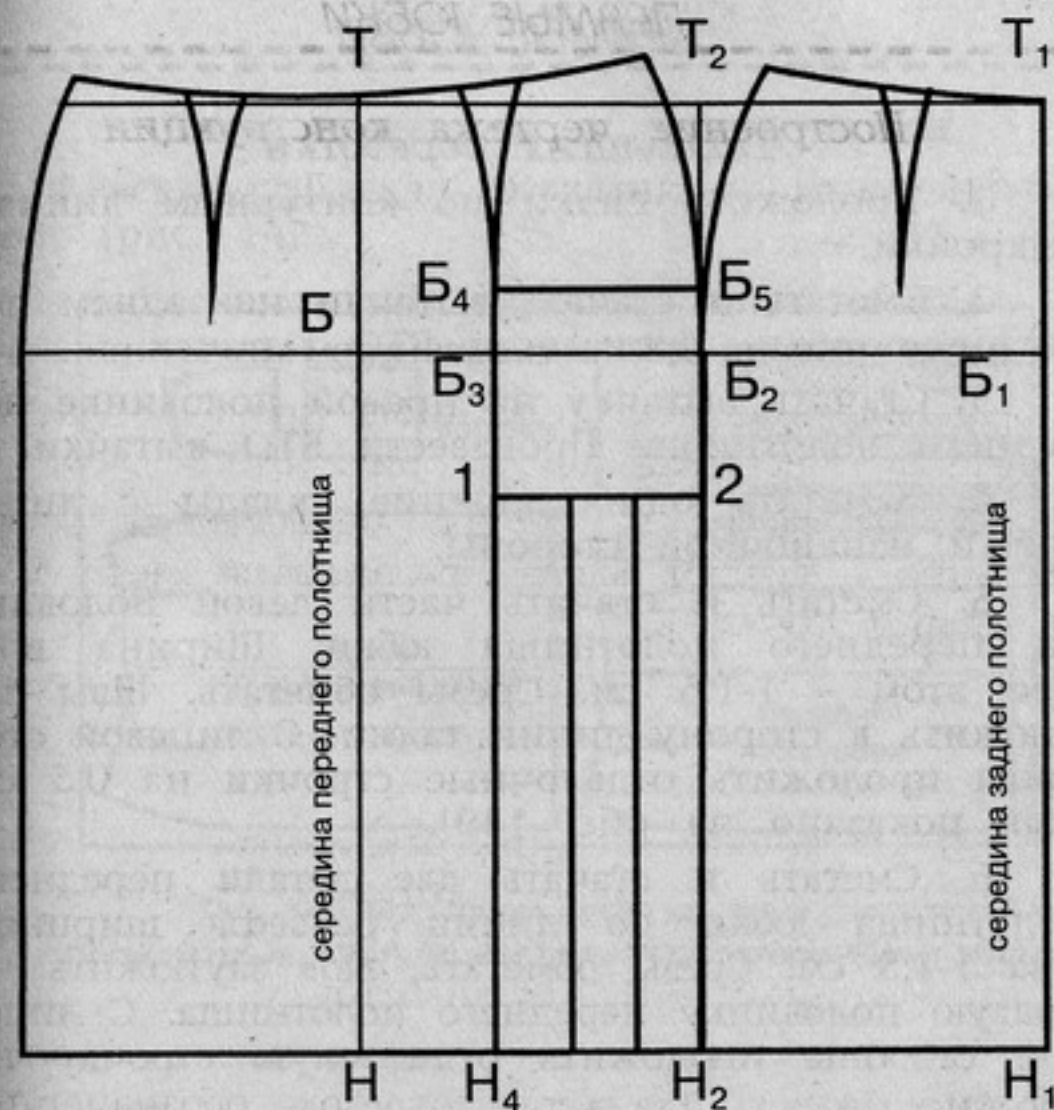

Рис. 140. Чертеж выкройки прямой юбки с прямоугольной вставкой и тремя односторонними складками
1. На переднем полотнище проводим линию рельефа, как показано на рис. 140.